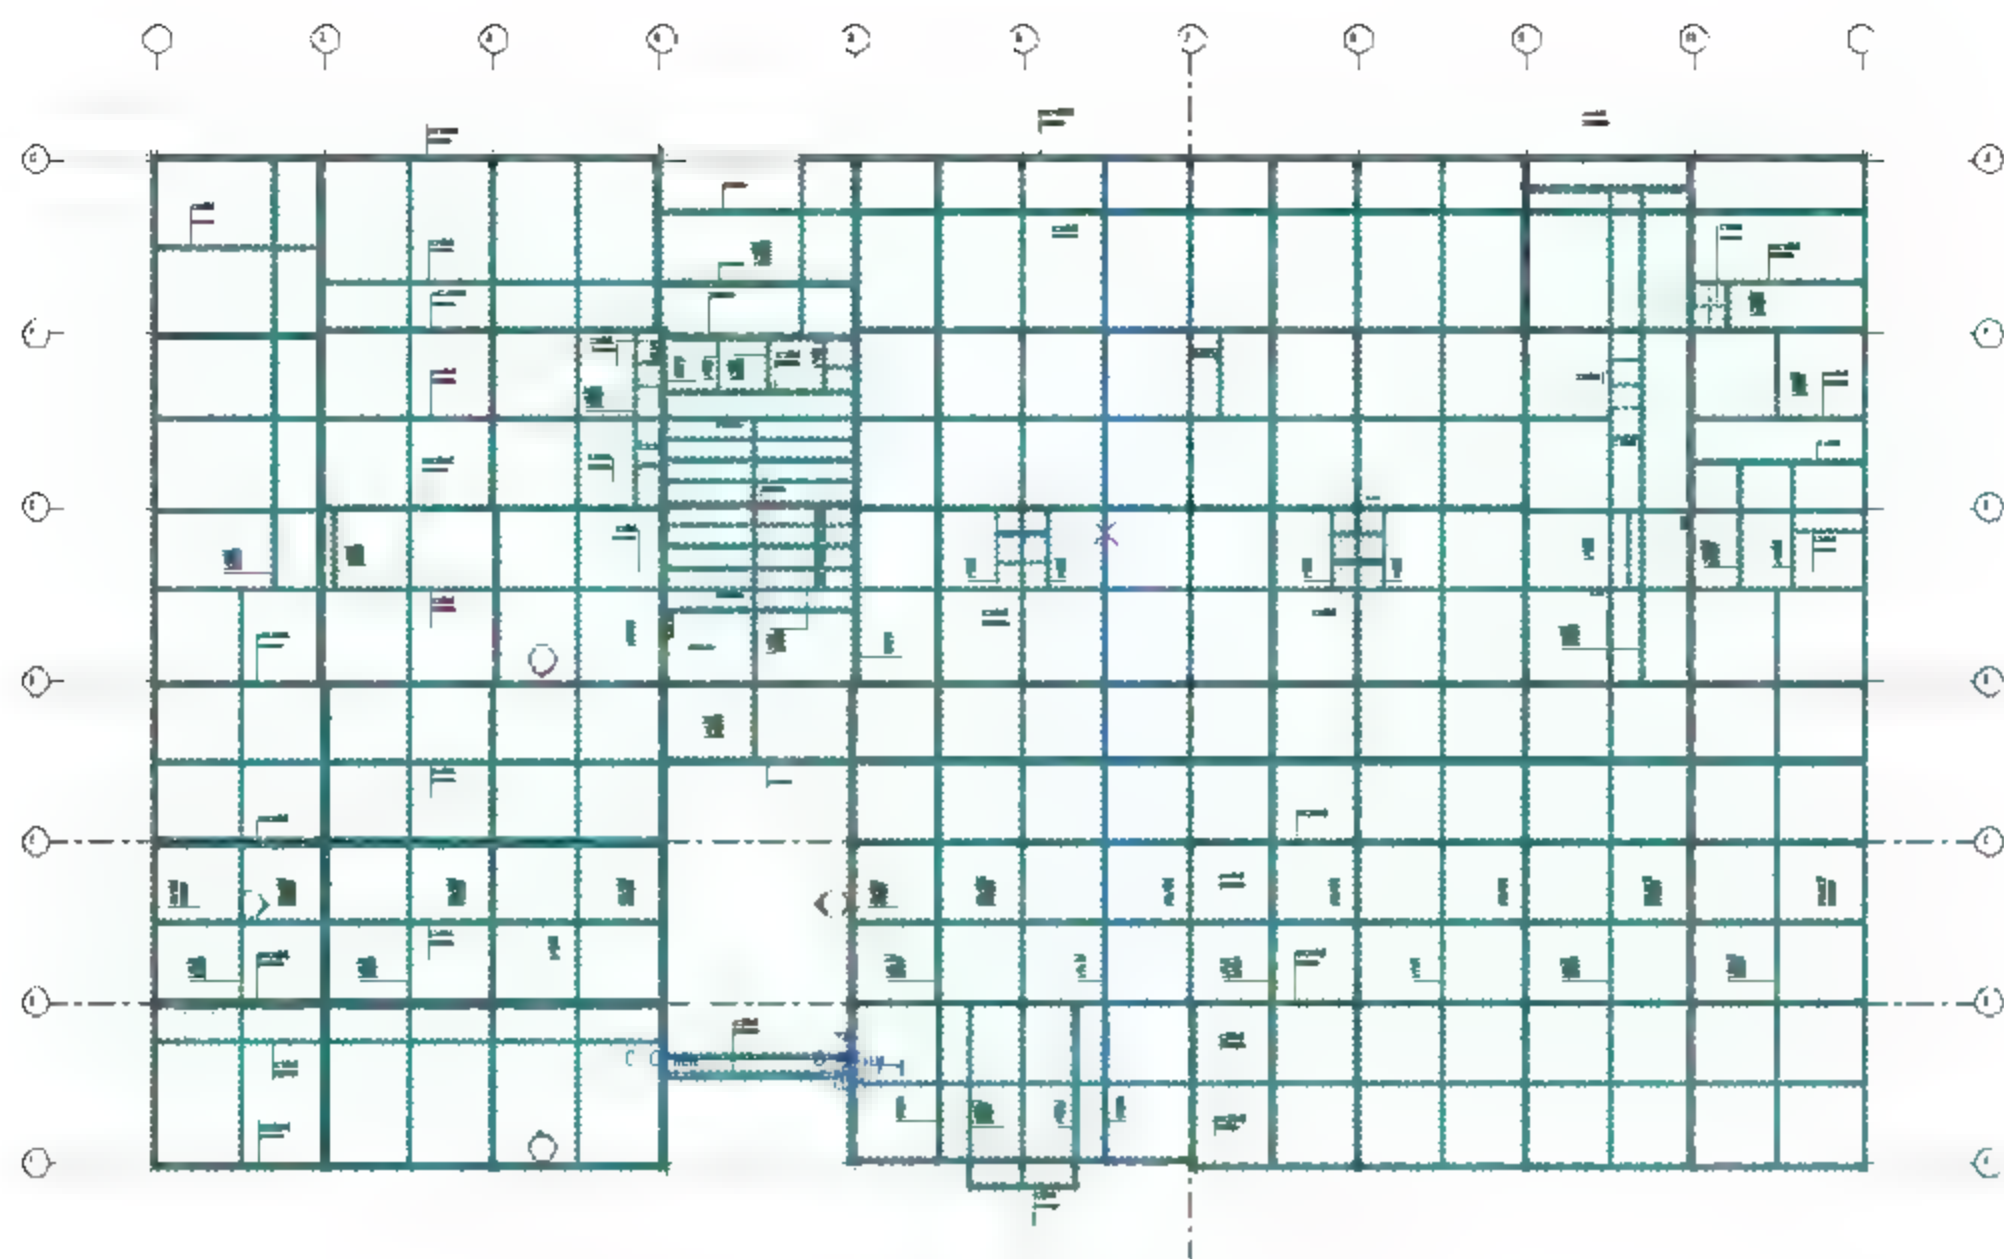
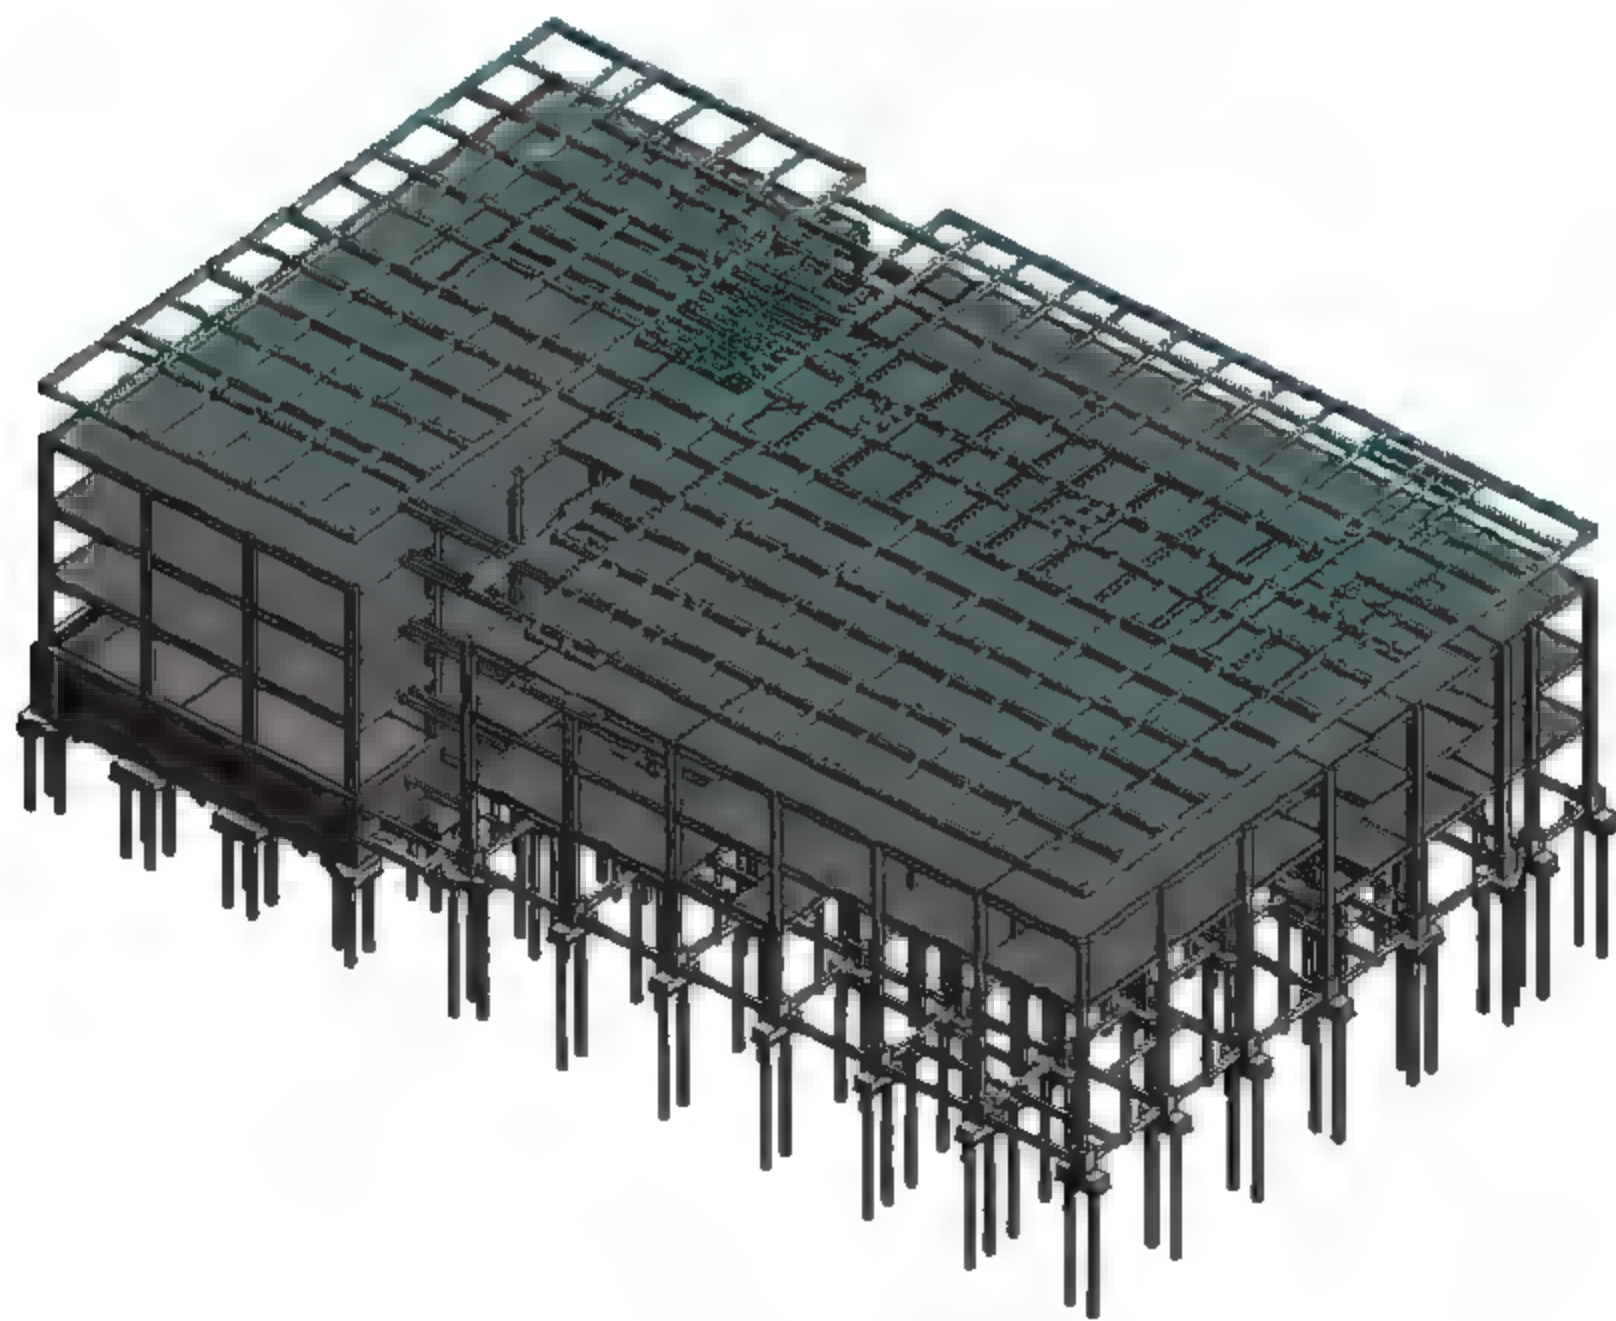

图 5.1.30 完整的屋次梁图
图 5.1.31 屋次梁 3D 图
(6) 结构:4 层的屋次梁绘制方法介绍完毕,剩余屋次梁按步骤即可完成,当结构:4 层的屋次梁绘制完成后,保存项目,平面图如图 5.1.30 所示,3D 效果如图 5.1.31 所示,读者可根据相同方法绘制完整的屋次梁图。